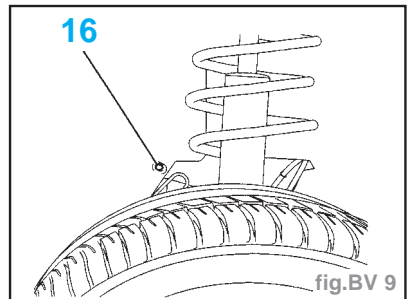

fig. BV 9
- Déposer l'agrafe (16) (fig. BV. 9).